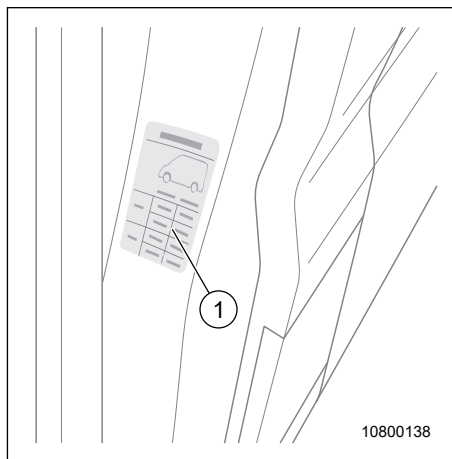

Fig. 77 Emplacement autocollant
- La pression des pneus est indiquée sur un autocollant (Fig. 77) apposé sur le véhicule.